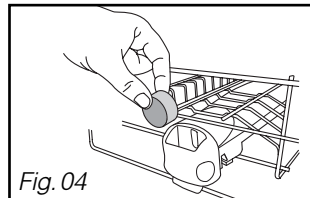
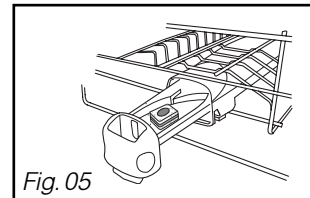

Fig. 04
Fig. 05
non multifonction dans le compartiment extérieur (Fig 04)
ou pour un fonctionnement optimal, tirez le tiroir du distributeur et disposez la pastille. (Fig 05)
- **Disposez la pastille** dans le compartiment extérieur (Fig 04 page précédente), **ou pour un résultat optimal, tirez le tiroir du distributeur et disposez la pastille à l'intérieur.** (Fig 05 page précédente).